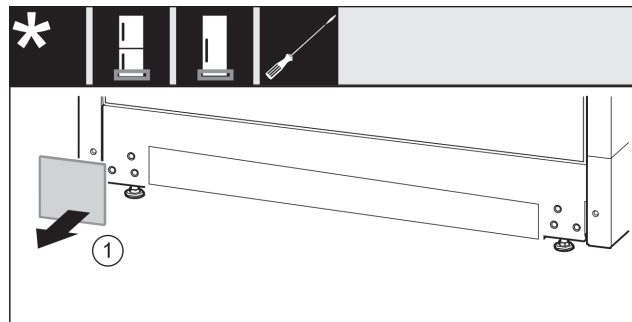

Fig. 16
- ▶ Sejměte kryt. *Fig. 16 (1)*